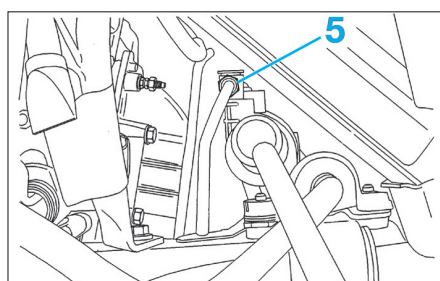

Fig. 10
- Déposer l'écrou (3) de rotule de direction et la désaccoupler.
- Déposer les colliers (4) du soufflet concerné puis le déloger.
- Désaccoupler le raccord (5) afin de faciliter la mise en place de l'outil (6) référencé 0721.B (référence Citroën) (Fig.10).